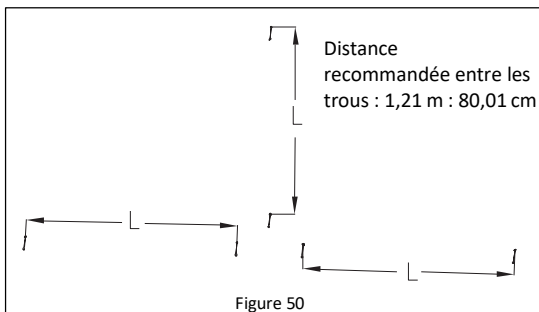

Figure 50
3. Marquez au plafond l'emplacement des fixations pour les luminaires; veuillez vous reporter aux **instructions de montage** pour la suspension du luminaire. **Reportez-vous à la Figure 50.**